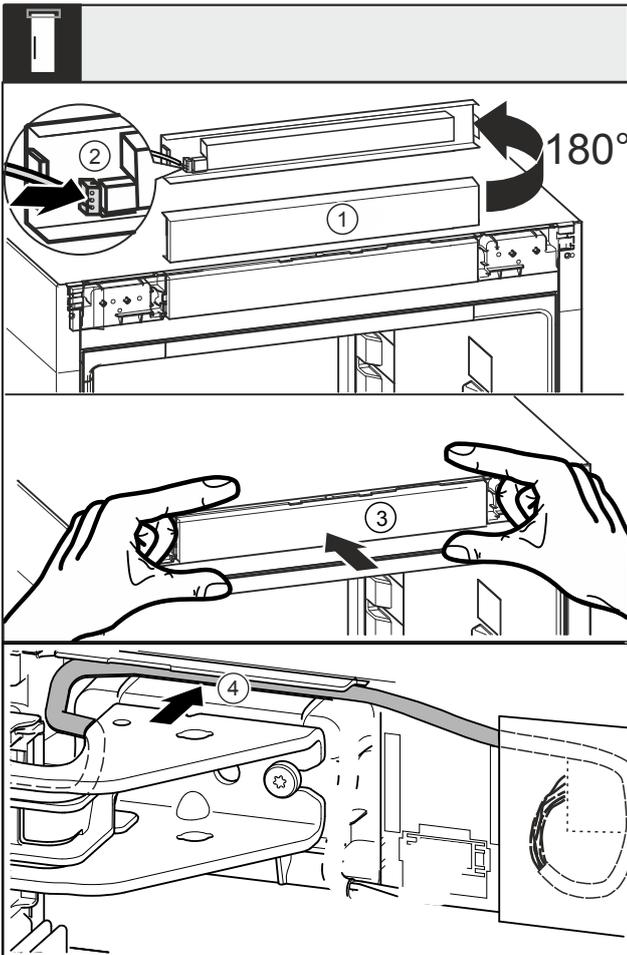

Fig. 46
- ▶ Blende Fig. 46 (1) um 180° nach oben drehen.
- ▶ Stecker Fig. 46 (2) an der Bedienteilblende einrasten.
- ▶ Blende Fig. 46 (3) wieder am Gerät einrasten.
- ▶ Kabel vorsichtig in der Führung Fig. 46 (4) über dem oberen Lagerbock verlegen.